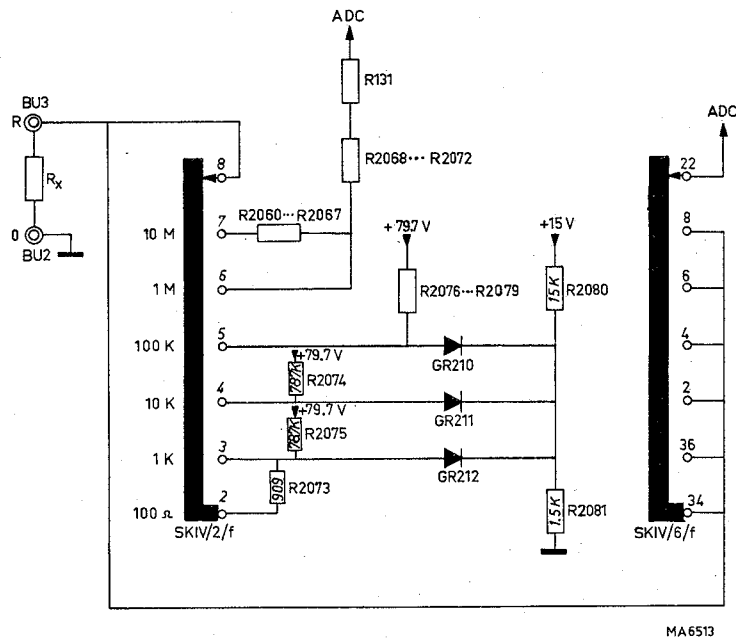

Abb. 16. Schaltung für Widerstandsmessungen ($\leq 100 \text{ k}\Omega$)
4. Schaltung für Widerstandsmessungen (Abb. 16)